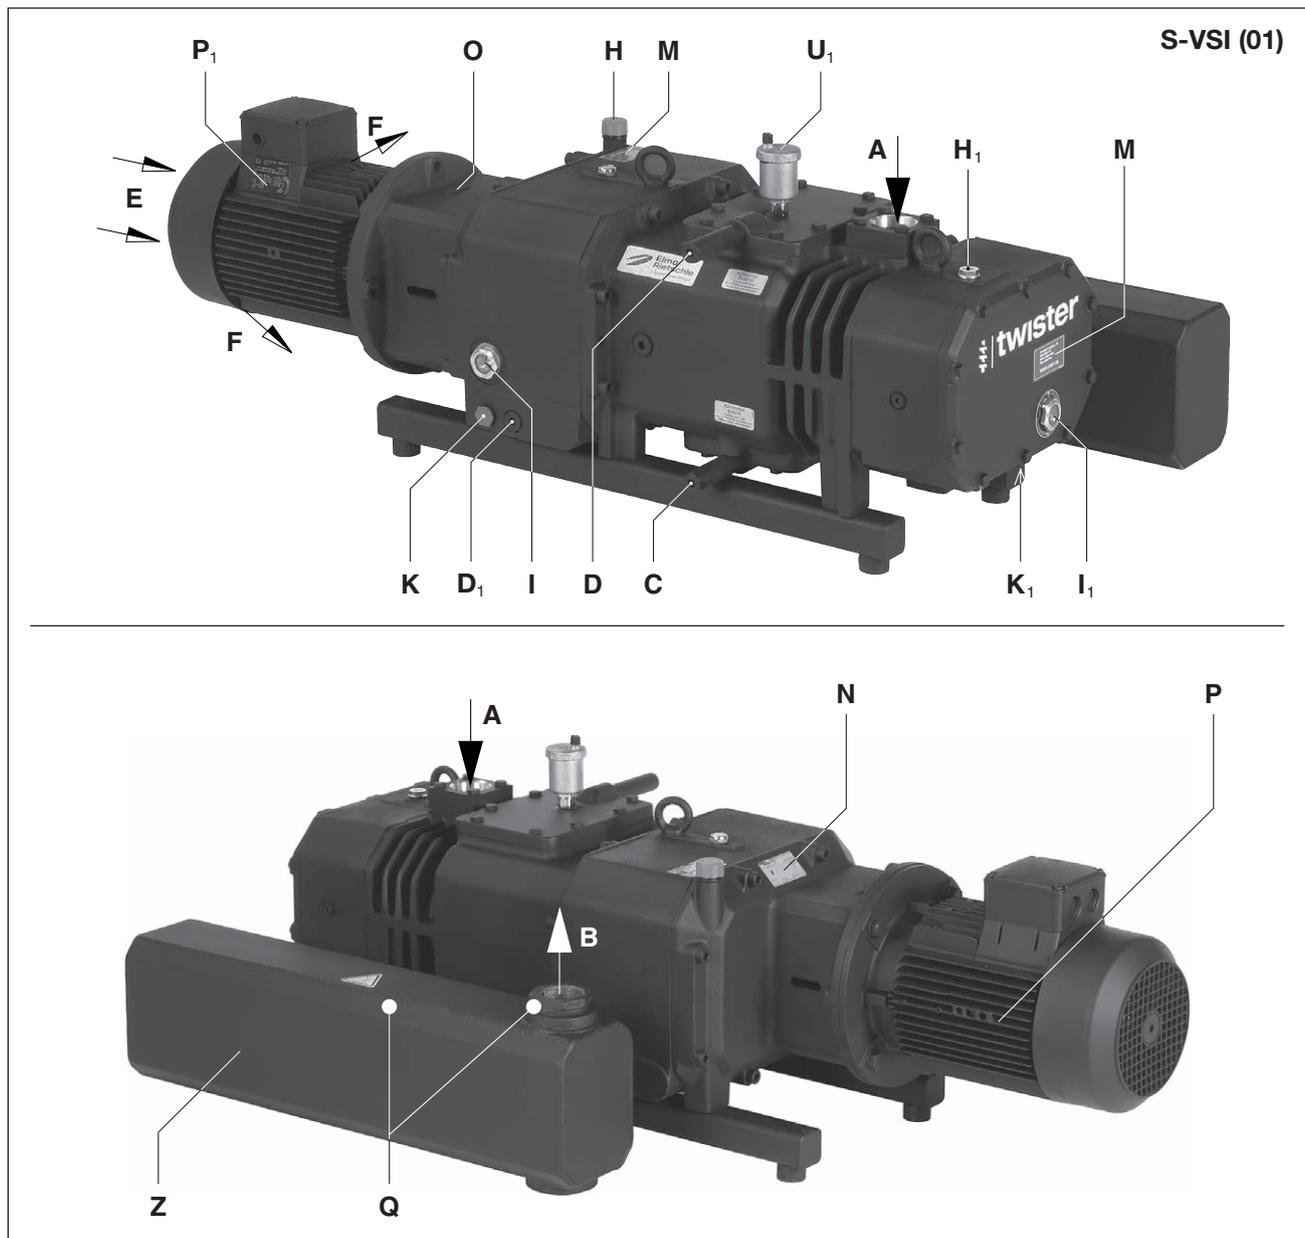

Fig. 2 Vakuumpumpe S-VSI 100
Las bocas de llenado de aceite (fig. 2/H, H₁), las mirillas de aceite (fig. 2/I, I₁), los drenajes de aceite (fig. 2/K, K₁), la entrada (fig. 2/C) y la salida de agua refrigerante (fig. 2/D) deben estar fácilmente accesibles.
Las entradas de aire refrigerante (fig. 2/E) y las salidas de aire refrigerante (fig. 2/F) deben tener una distancia de al menos 30 cm de las paredes. El aire de refrigeración saliente no debe volver a aspirarse.
a) Conexión de vacío (fig. 2/A).
b) El aire aspirado se puede soplar mediante el insonorizador de salida (ZSZ) (fig. 2/B) o puede evacuarse a través de una tubería o manguera.
La apertura de aire de escape (fig. 2/B) no debe ser cerrada ni obstruida.
- a) Conectar la tubería de alimentación en la entrada de agua refrigerante (fig. 2/C) y la tubería de evacuación en la salida de agua refrigerante (fig. 2/D).
- a) Cargar el aceite lubricante (para tipos adecuados véase “Mantenimiento”) para las ruedas dentadas y cojinetes en la boca de llenado de aceite (fig. 2/H, 2/H_i) hasta el centro de las mirillas (fig. 2/I, 2/I₁).
- a) Los datos eléctricos del motor figuran en la placa de características (fig. 2/N) o en la placa del motor (fig. 2/P₁). Los motores se corresponden con EN 60034 y son de índice de protección IP 55 y clase de aislamiento F. El esquema de conexión correspondiente se encuentra en la caja de bornes del motor (no aplicable en versiones con conector para clavijas). Comparar los datos del motor con los datos de la red eléctrica existente (tipo de corriente, tensión, frecuencia de la red, intensidad admisible).